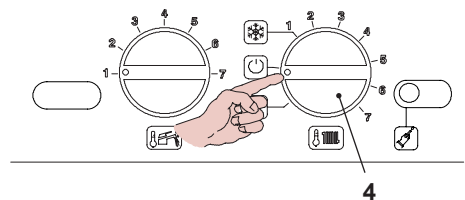

Fig. 8.13
- Per uscire dalla programmazione posizionare il selettore di funzione 4 in "O" (Fig. 8.13), oppure togliere alimentazione elettrica alla caldaia.